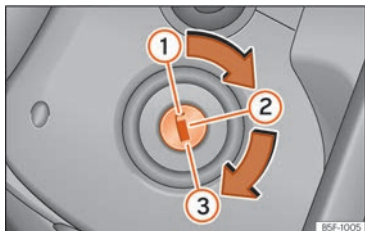

Fig. 216 Positions de la clé de contact.
Dans cette position » fig. 216 ①, l'allumage et le moteur sont déconnectés, ce qui peut bloquer la direction.
- Mettez la clé de contact en position de démarrage »» fig. 216 ③.
- Amenez la clé de contact en position »» fig. 216 ②. Le témoin  s'allumera en cas de préchauffage du moteur.
- Lorsque le témoin s'éteint, tournez la clé en position ③ pour lancer le moteur sans appuyer sur l'accélérateur.
» fig. 216 ①.
» fig. 216 ① » ⚠.